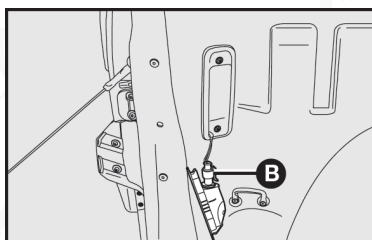

fig. 4
2. Tire de la traba B-fig 4 para retirar el conector eléctrico.